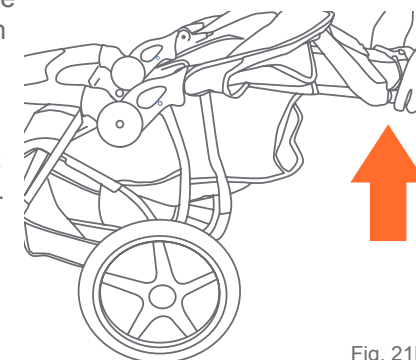

Fig. 21b
- Tirer vers haut sur la poignée de la poussette avec les deux mains jusqu'à ce que le cadre est redressé et verrouillé en position ouvert (Fig. 21b). La Poussette a des verrous à ressort des deux côtés de l'armature. S'assurer que les deux verrous sont entièrement engagés avant de placer votre enfant dans la poussette.